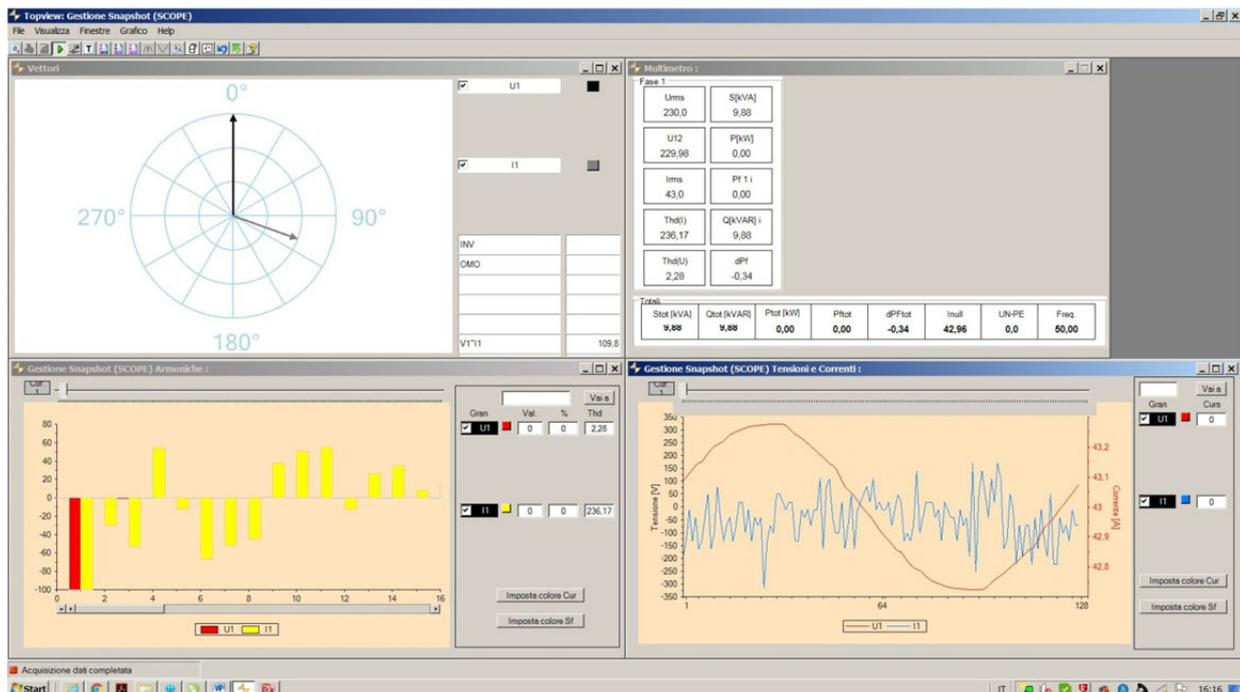

Fig. 20: Exibição de quantidades em tempo real
8. Clique no botão "Seg" para abrir a exibição dos valores das quantidades em tempo real na forma de tabelas, formas de onda, gráficos harmônicos e diagrama vetorial, como mostra a Fig. 20